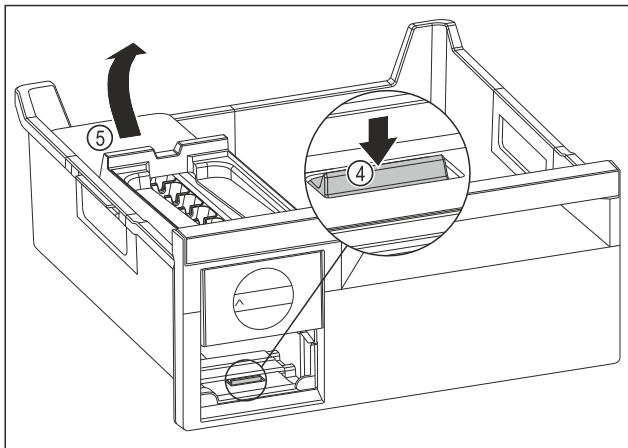

Fig. 196
- Heqja e kutisë EasyTwist-Ice: Shtypni me gisht gjuhëzën Fig. 196 (4) për poshtë dhe në të njëjtën kohë ngrini lart kutinë EasyTwist-Ice Fig. 196 (5) nga prapa me dorën tjetër.